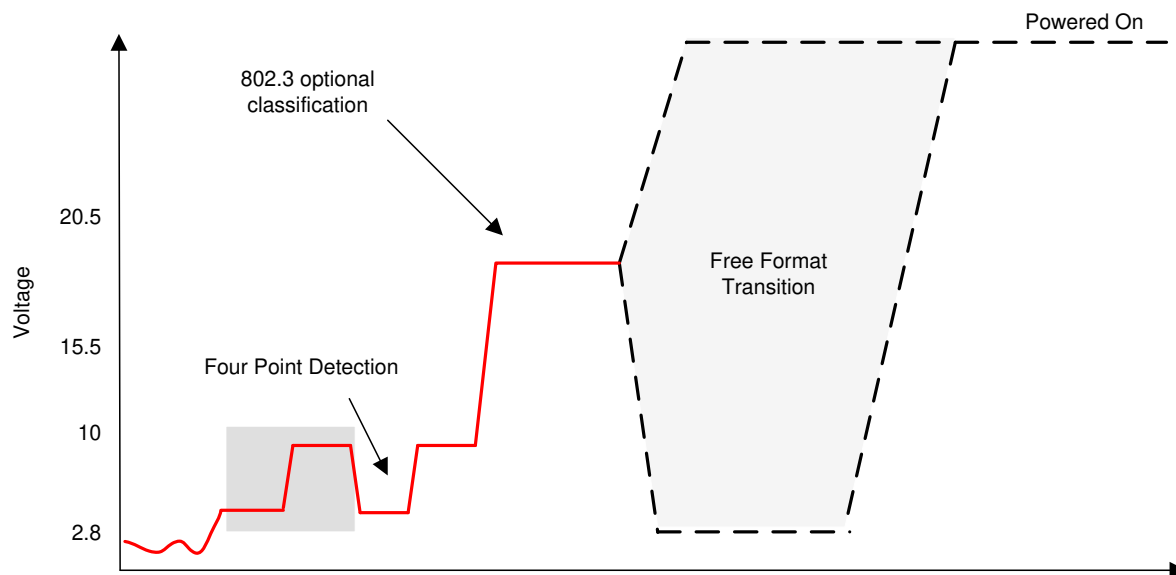
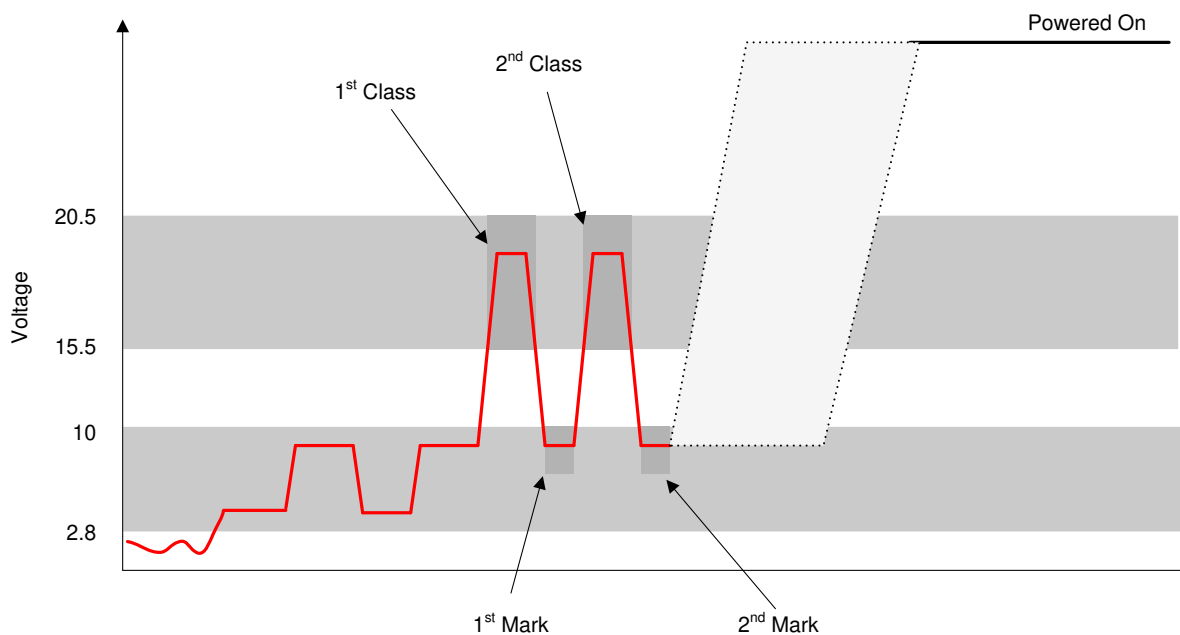

図 6-3. 802.3af (分類あり)
図 6-4. P802.3at (分類あり)
シングル イベント (802.3af) および 2 イベント (802.3at) 分類時の電源インターフェイス (PI) の電圧の図については、図 6-3 および 図 6-4 を参照してください。